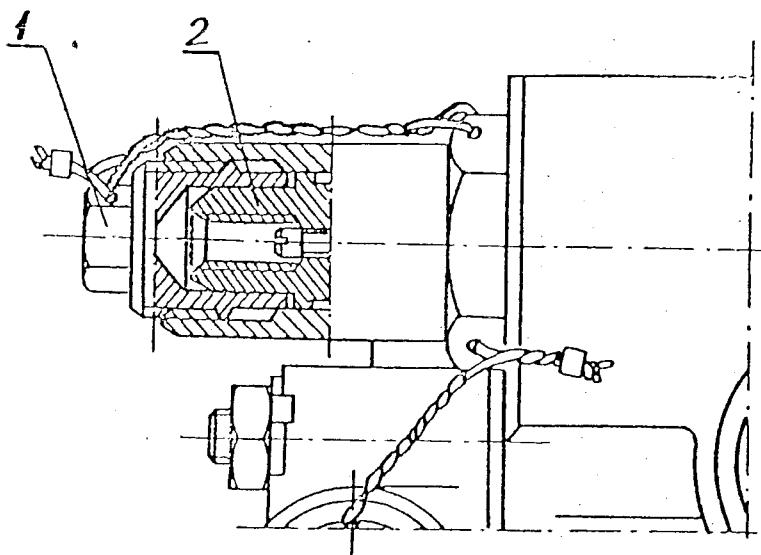

Рис. 9.4. Схема узла дроссельного пакета.
8.1. Регулировка производится подбором дроссельного пакета 2 в агрегате НР-40Т (НР-40ТА) рис. 9.4.
Для замены дроссельного пакета необходимо (см. рис. 9.4.):